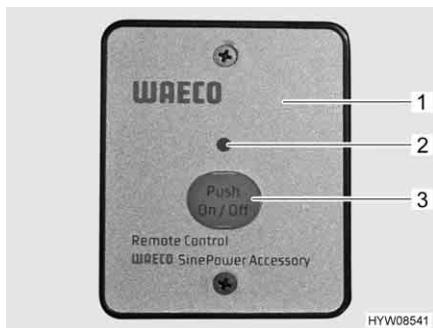

Fig. 131 Interruttore esterno (invertitore)
**Funzionamento dell'interruttore esterno** L'interruttore esterno (Fig. 131,1) è installato sopra la porta di ingresso.
- Premere il tasto "On/Off" (Fig. 131,3). Il LED (Fig. 131,2) si accende.
- Premere il tasto "On/Off" (Fig. 131,3). Il LED (Fig. 131,2) si spegne.